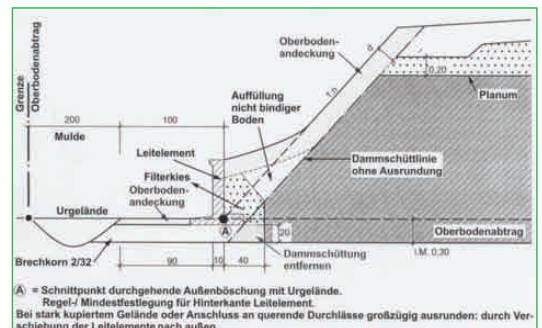

Abb. 6: Amphibienleiteinrichtung am Dammfuß (Quelle: AK Bauabrechnung 2004, DEGES-Arbeitsblatt)
- Amphibienleiteinrichtung (siehe Abbildung 6)